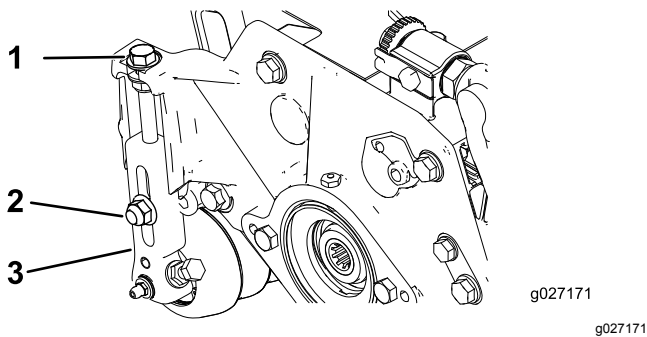

Figure 15
1. Desserrez les contre-écrous qui fixent les bras de hauteur de coupe aux plaques latérales de l'unité de coupe (Figure 15).